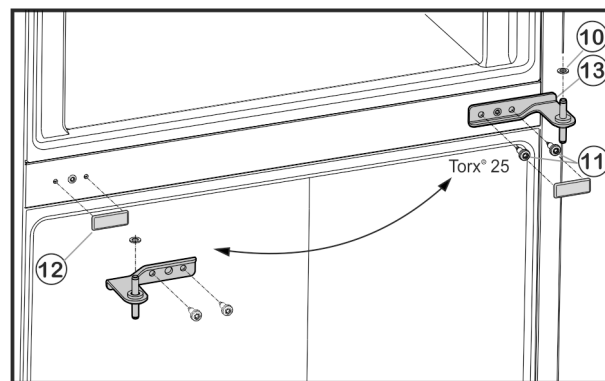

Fig. 6
- ▶ Vyskrutkujte upevňovacie skrutky Fig. 6 (11) (2x Torx® 25) a ložiskovú konzolu v strede vyťahnite zo spodných dverí.
- ▶ Odoberte plastovú podložku Fig. 6 (10).
- ▶ Krytku Fig. 6 (12) opatrne odoberte.
- ▶ Krytku Fig. 6 (12) znovu nasadte na opačnú stranu.
- ▶ Ložiskovú konzolu v strede Fig. 6 (13) otočenú o 180° nasadíte do spodných dverí a pomocou upevňovacích skrutiek Fig. 6 (11) (2x Torx® 25) ju znovu pevne naskrutkujete na novú stranu závesu (4 Nm).
- ▶ Opäť nasadíte plastovú podložku Fig. 6 (10).
- ▶ Vrchné dvere nasadíte na ložiskovú konzolu v strede Fig. 6 (13).